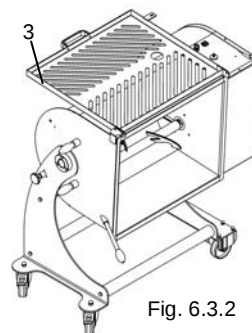
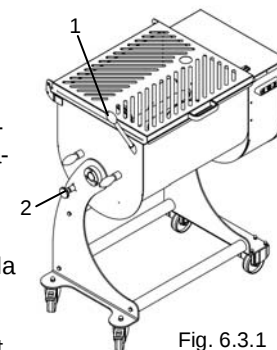

Fig. 6.3.2
Fig. 6.3.1
- Tenir la cuve en position horizontale en agrippant la poignée de la tige de renversement "1" Fig. 6.3.1.
- Tirer le pommeau de verrouillage de la cuve "2" Fig. 6.3.1
- Après l'avoir débloquée, on peut renverser la cuve (Fig. 6.3.2) en tirant sur la tige de renversement "1" Fig. 6.3.1.
- Ouvrir la grille "3" Fig. 6.3.2 et procéder à la vidange de la cuve en extrayant le produit mélangé.